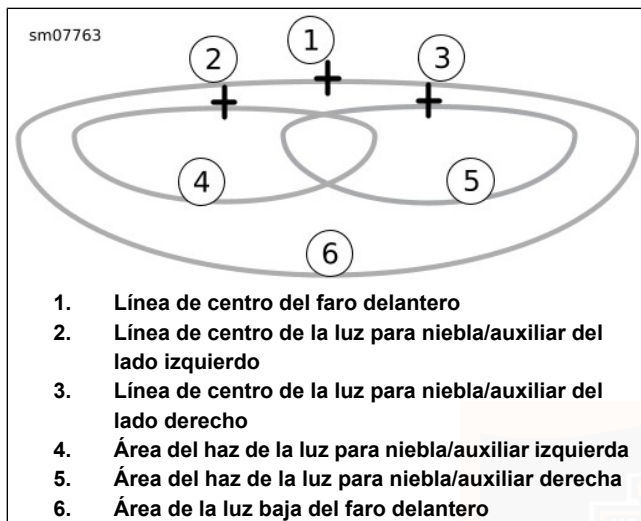

Figura 81. Dirección correcta de las luces: Tipo LED con luces para niebla/auxiliares
4. Vea Figura 81. Marque las líneas centrales horizontal y vertical de la luz para niebla/auxiliar (2, 3) en la pared.
7. Encienda la luz baja del faro delantero y cubra ambos, el faro delantero y la luz para niebla/auxiliar del lado derecho. Ajuste la luz para niebla/auxiliar izquierda para que toda la zona de alta intensidad (4) esté abajo de la línea de centro, como se muestra en la Figura 81.